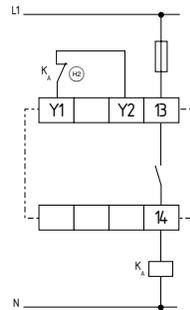

Fig. 14
**Controllo a un canale con circuito di ripristino (vedere Fig. 14)**